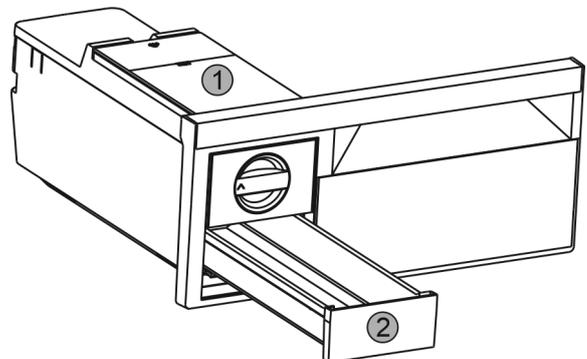

Fig. 58
- ▶ Wassertank Fig. 58 (1) und Eiswürfel-Schubfach Fig. 58 (2) entnehmen.